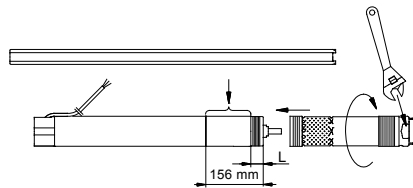

Fig. 6
1. Placera motorn horisontellt i ett skruvstöd och spänn fast den, se fig. 6.
4. Skruva på pumpdelen på motorn (55 Nm). **OBS:** Pumpaxeln måste kugga i motoraxeln. En skiftnyckel kan användas på pumpdelens spännytor, se fig. 6.